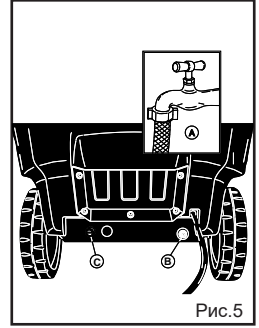
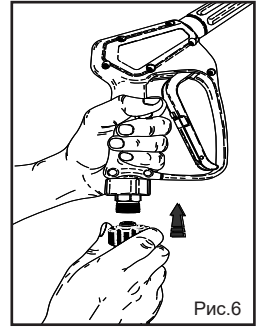

Рис.5
Рис.6
Подсоедините шланг к крану водоснабжения (рис. 5А) и к отверстию на аппарате (рис. 5В). Убедитесь, что давление и расход воды, подаваемой от крана, соответствует характеристикам аппарата: 200-400кРа (29-58 фунт/дюйм2)
Подсоедините шланг высокого давления к аппарату (рис. 5с) и к пистолету (рис. 6).
6) Закройте кран водопровода (рис. 5А).